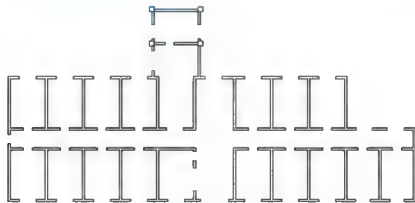

图 2.140 加粗后的墙线和柱线
⑤ 在**选择对象**: 提示下, 按 Enter 键进入下一步命令。
⑥ 在**是否将直线和圆弧转换为多段线? 是(Y)/否(N)?**: 提示下, 按 Enter 键, 执行尖括号内的默认值“Y”, 表示要将所有选中的对象转化为多段线。
⑦ 在输入选项 **闭合(C)/合并(J)/宽度(W)/编辑顶点(E)/拟合(F)/样条曲线(S)/非曲线化(D)/线型生成(L)/放弃(U)**: 提示下, 输入“J”后按 Enter 键, 表示要执行【合并】子命令。这样, AutoCAD 将第④步全选的对象中所有首尾相连的对象合并在一起。
⑧ 在输入模糊距离或 **[合并类型(J)]**: 0.0000 : 提示下, 按 Enter 键, 表示执行尖括号内默认的模糊距离“0.000”。
⑨ 在输入选项, **[打开(O)/合并(J)/宽度(W)/编辑顶点(E)/拟合(F)/样条曲线(S)/非曲线化(D)/线型生成(L)/放弃(U)**: 提示下, 输入“W”后按 Enter 键, 表示要改变线的宽度。
⑩ 在**指定所有线段的新宽度**: 提示下, 输入“50”, 表示将线的宽度由 0mm 改为 50mm, 结果如图 2.140 所示。